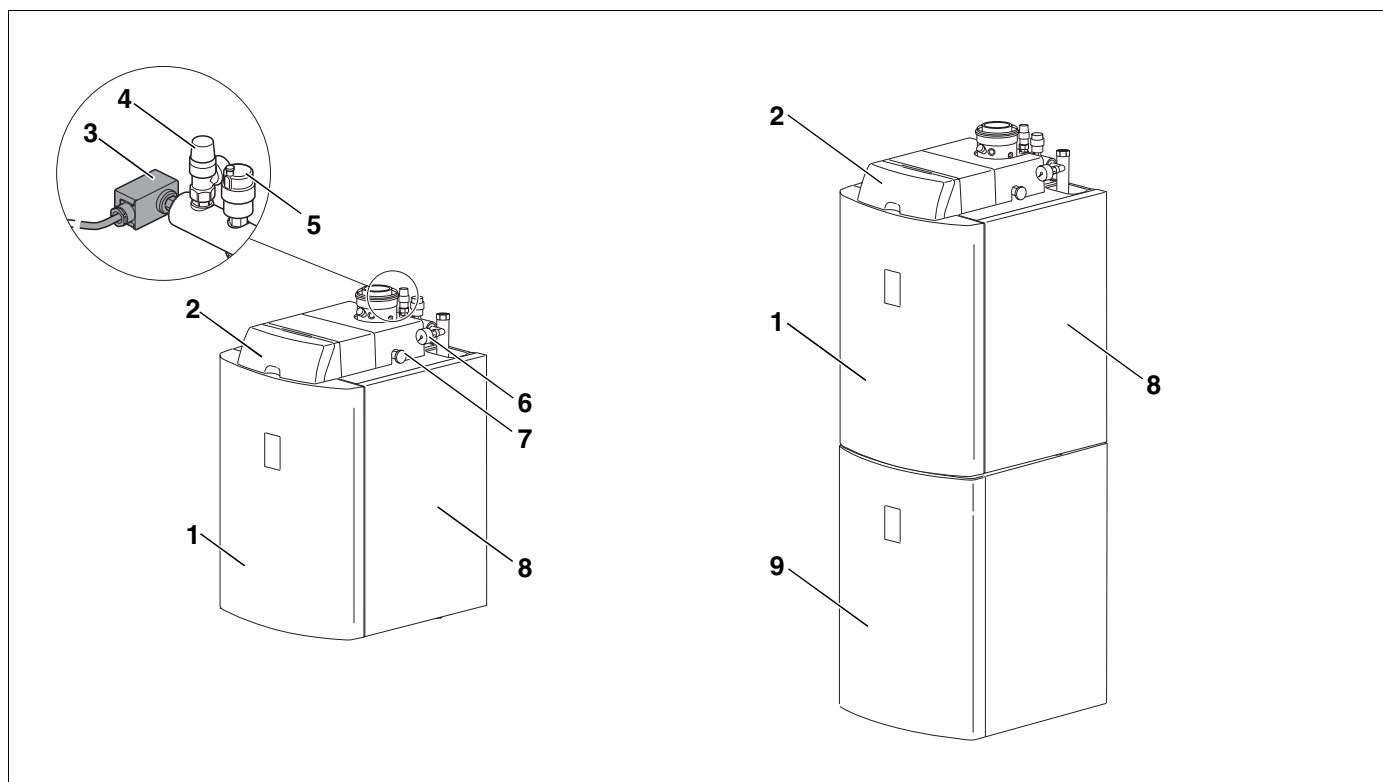

Fig. 1 Caldaia Logano G135(T); a sinistra, caldaia compatta a gasolio; a destra, gruppo termico
Le caldaie compatte a gasolio Logano plus GB135 – 18 e Logano G135 -25 (fig. 1, a sinistra) sono fornite, di fabbrica, di bruciatore, apparecchio di regolazione e diverse altre componenti supplementari. Tutte le componenti sono collegate elettricamente e idraulicamente.
Le caldaie compatte a gasolio Logano plus GB135T - 18 e Logano G135T - 25 (fig. 1, a destra) sono composte dalla rispettiva caldaia compatta a gasolio, e dall'accumulatore d'acqua calda Logalux S135. L'unità (gruppo termico) è completamente montata, incl. la tubazione di collegamento accumulatore-caldaia.
- Rivestimento (fig. 1, **pos. 8**, pagina 6) e pannello anteriore caldaia (fig. 1, **pos. 1**, pagina 6). Il rivestimento e il pannello anteriore della caldaia riducono le perdite di energia.
- Accumulatore d'acqua calda Logalux S135 integrato (fig. 1, **pos. 9**, pagina 6) con Logano G135T, provvisto di isolamento termico con schiuma dura di poliuretano senza CFC. L'accumulatore d'acqua calda è munito di uno scambiatore di calore. Lo scambiatore di calore trasmette il calore dall'acqua di riscaldamento a quella potabile. L'acqua contenuta nell'accumulatore viene riscaldata uniformemente.
- Rubinetto d'intercettazione del gasolio (fig. 1, **pos. 7**, pagina 6),
- Valvola di sicurezza (fig. 1, **pos. 4**, pagina 6),
- Pressostato (fig. 1, **pos. 3**, pagina 6),
- Sfiato automatico (fig. 1, **pos. 5**, pagina 6),
- Manometro (fig. 1, **pos. 6**, pagina 6).